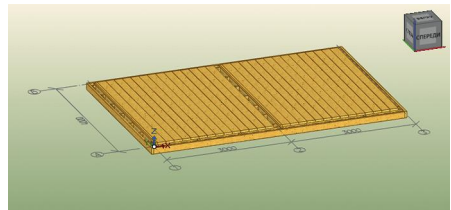

рис. 110
5. На экране появятся два заполнения досками (рис. 110). Завершите команду нажатием клавиши **Esc**.